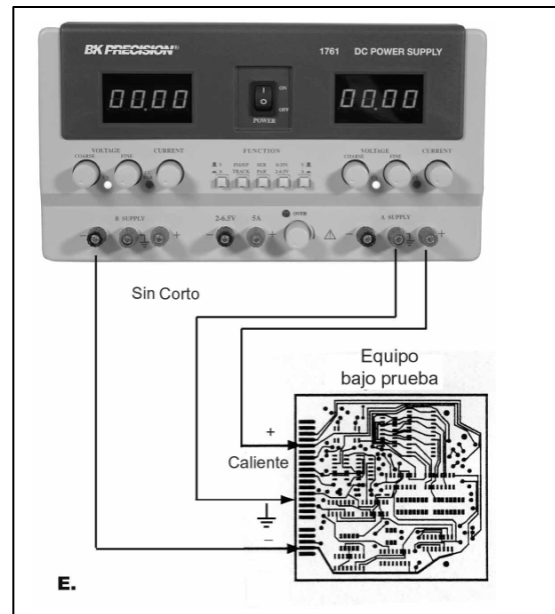

Fig. 8. Posibilidades de conexión a tierra
8. La Fig. 8 muestra las posibilidades de conexión a tierra al usar la unidad como fuente de 0-60V.